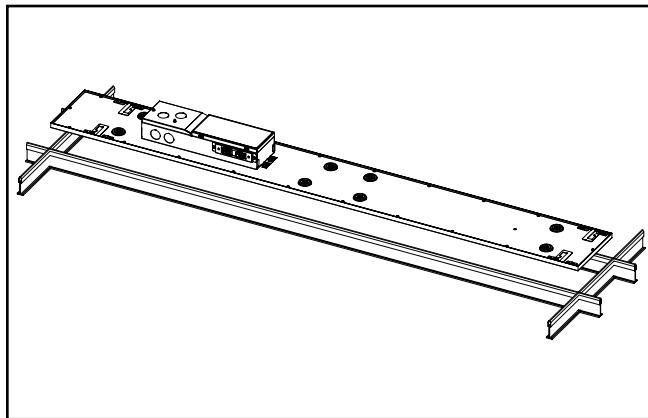

Figura 3.
5. Pase la luminaria a través de la rejilla a un ángulo y luego colóquela en la rejilla. (Figura 3.)